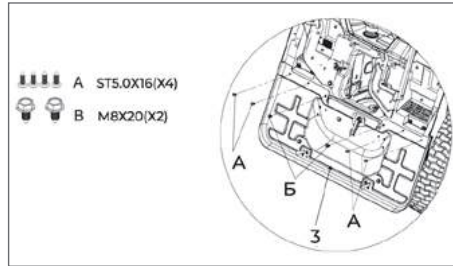

Рис. 8
6.7 Установка компонента 11 заднего экрана (рис. 8)